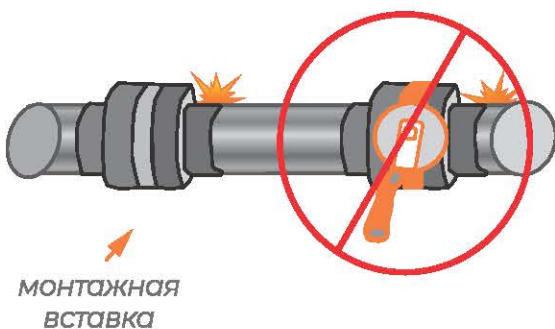

Рисунок 8
3.1. Использование монтажной вставки (предпочтительный способ монтажа, рис. 8). В данном случае приварка фланцев к трубопроводу осуществляется с помощью установленной между фланцам монтажной вставки. После окончательной приварки фланцев вставка